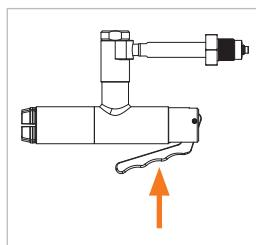

Abbildung 1
- ▶ Betätigen Sie den Handhebel (Pos. 2) (Abbildung 1). Die Spannzangen öffnen sich.